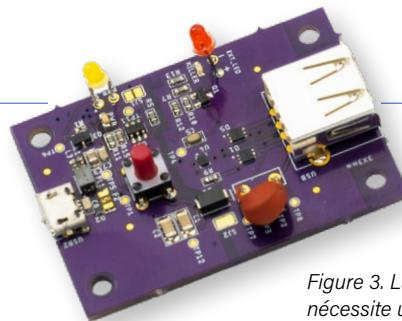

Figure 3. La version 2 nécessite une alimentation externe de 5 VDC.
2. Une version à alimentation externe, car il est difficile d'expédier des batteries à base de LiPo et des appareils qui en contiennent, et nous voulions vendre le détecteur d'USB killer en ligne. Il nécessite un câble micro USB pour fournir 5 V (**figure 3**). Utilisez un chargeur de téléphone pour l'alimentation, pas votre ordinateur.